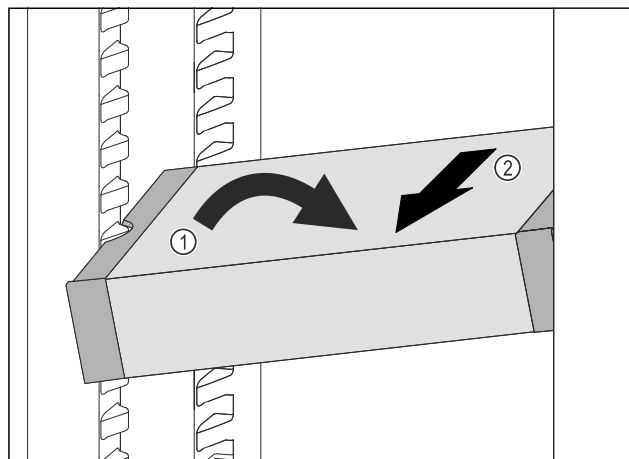

Fig. 139
- ▶ Ställ VarioSafe snett i kyldelen. Fig. 139 (1)
- ▶ Dra VarioSafe framåt för att ta ut den. Fig. 139 (2)